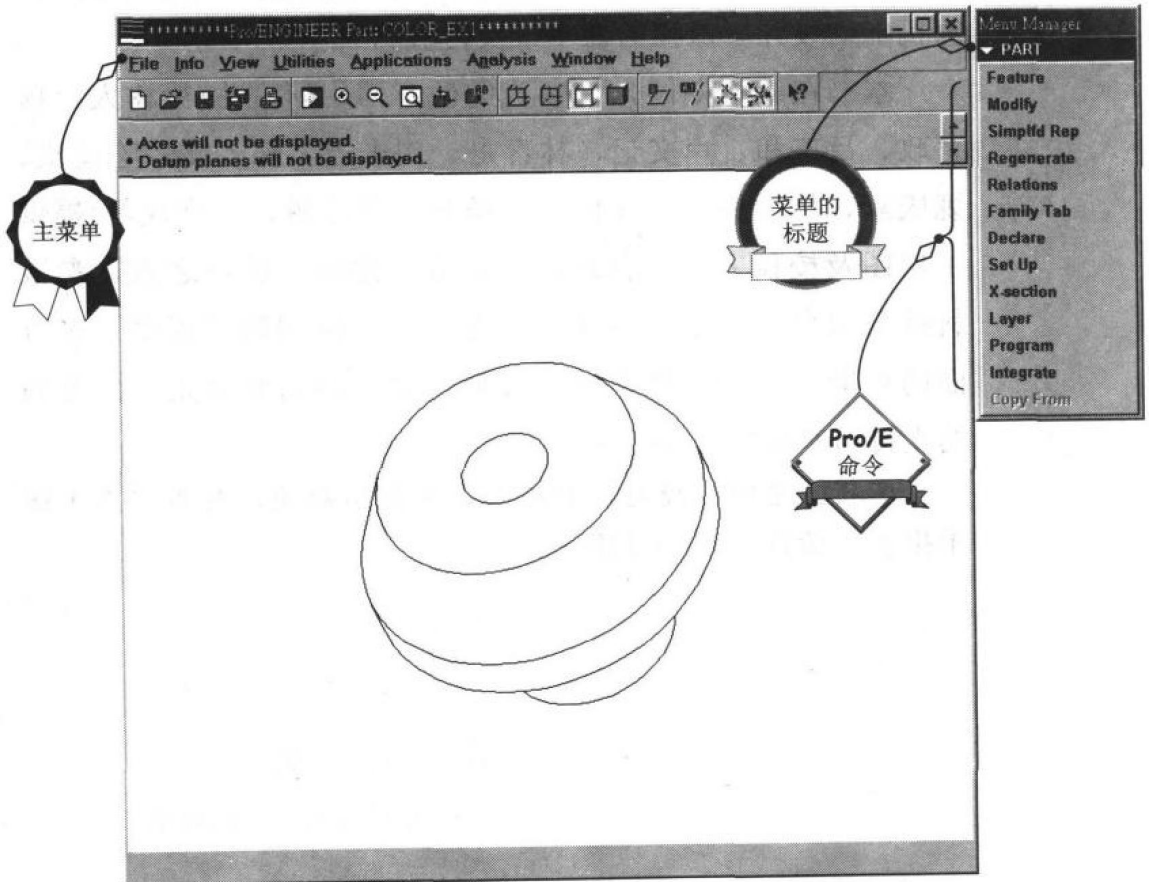

图 1
1. 粗体、斜体、小写字 (例如： *File* / Open 的 *File*)：主菜单 (见图 1)。
2. 粗体、斜体、大写字 (例如： *PART*/Feature 的 *PART*)：菜单的标题 (见图 1)。
3. 正体字 (例如: **PART**/Feature 的 Feature): Pro/ENGINEER 命令 (见图 1)。